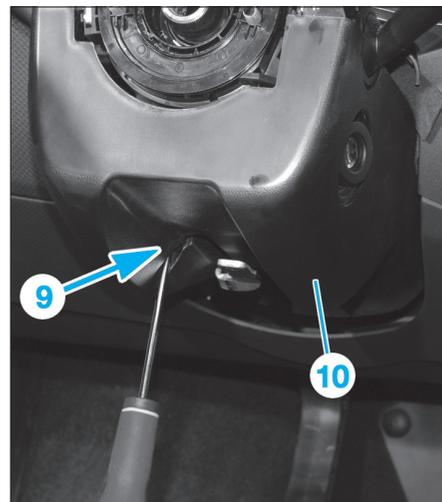

Fig. 8
- Déposer la vis (9) puis la garniture inférieure (10) (Fig.8).